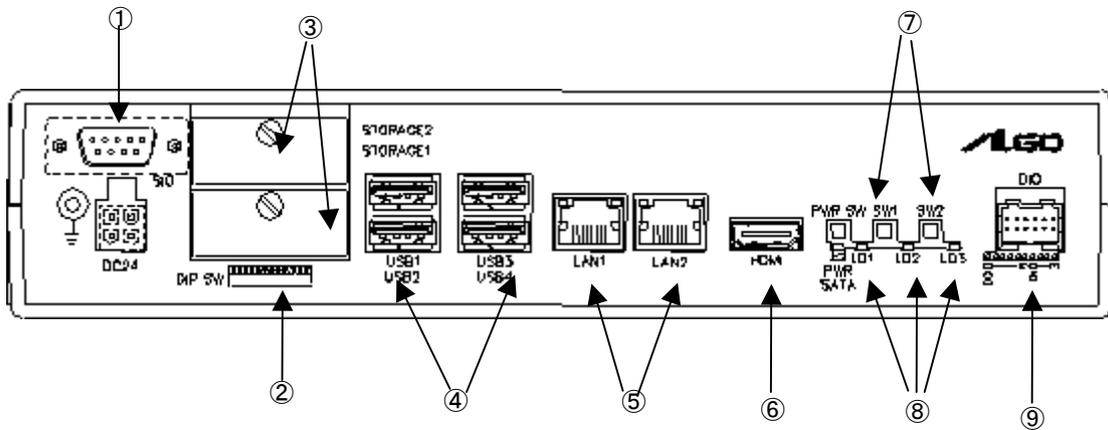
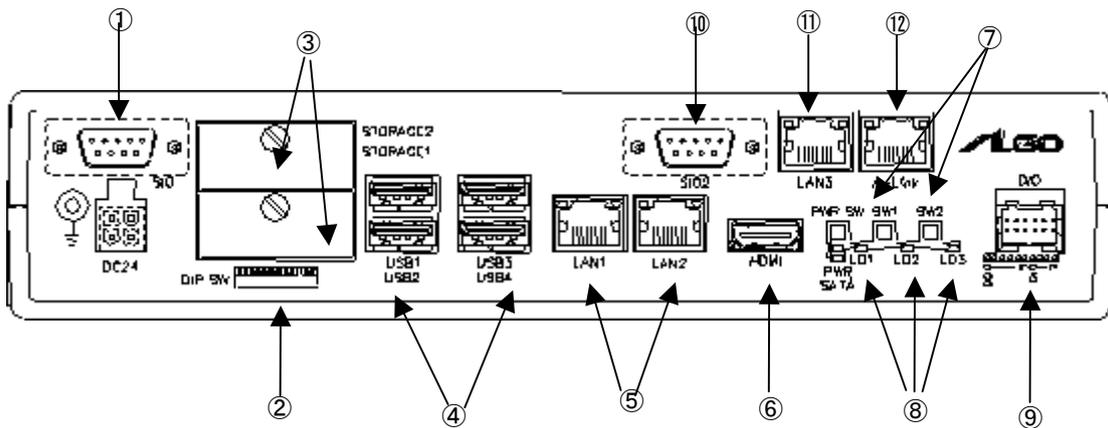

図 3-1-1. EC100D外形図
図 3-1-2. EC101D外形図
EC100D の外形図を図 3-1-1、EC101D の外形図を図 3-1-2 に示します。各部名称を表 3-1-1 に示します。
COM7	SI01 (図 3-1-1 ①、図 3-1-2 ①) アプリケーションでシリアル通信に使用できます。 シリアルポート設定スイッチと組込みシステム機能のシリアルコントロール機能を使用することで、RS-232C/422/485 を切替えることができます。
COM8	SI02 (図 3-1-2 ⑩) アプリケーションでシリアル通信に使用できます。 シリアルポート設定スイッチと組込みシステム機能のシリアルコントロール機能を使用することで、RS-232C/422/485 を切替えることができます。 ※ EC100D では、COM8 をユーザーアプリケーションで使用できません。
ローカルエリア接続	LAN1 (図 3-1-1 ⑤): 1000BASE Ethernet
ローカルエリア接続 2	LAN2 (図 3-1-1 ⑥): 1000BASE Ethernet
ローカルエリア接続	LAN1 (図 3-1-2 ⑤): 1000BASE Ethernet
ローカルエリア接続 2	LAN2 (図 3-1-2 ⑥): 1000BASE Ethernet
ローカルエリア接続 3	LAN3 (図 3-1-2 ⑩): 1000BASE Ethernet
汎用入出力	汎用の入出力です。 入力 6 点、出力 4 点を制御できます。 (図 3-1-1 ⑨、図 3-1-2 ⑨)
汎用 LED	アプリケーションにより 3 点の LED の点灯/消灯を制御できます。 (図 3-1-1 ⑧、図 3-1-2 ⑧)
汎用 SW	アプリケーションにより 2 点のスイッチの状態を確認することができます。 (図 3-1-1 ⑦、図 3-1-2 ⑦)
A-Link	機器制御のためのフィールドネットワークです。 入出力ユニット、制御ユニットを接続し、機器制御を行うことができます。 (図 3-1-2 ⑫)